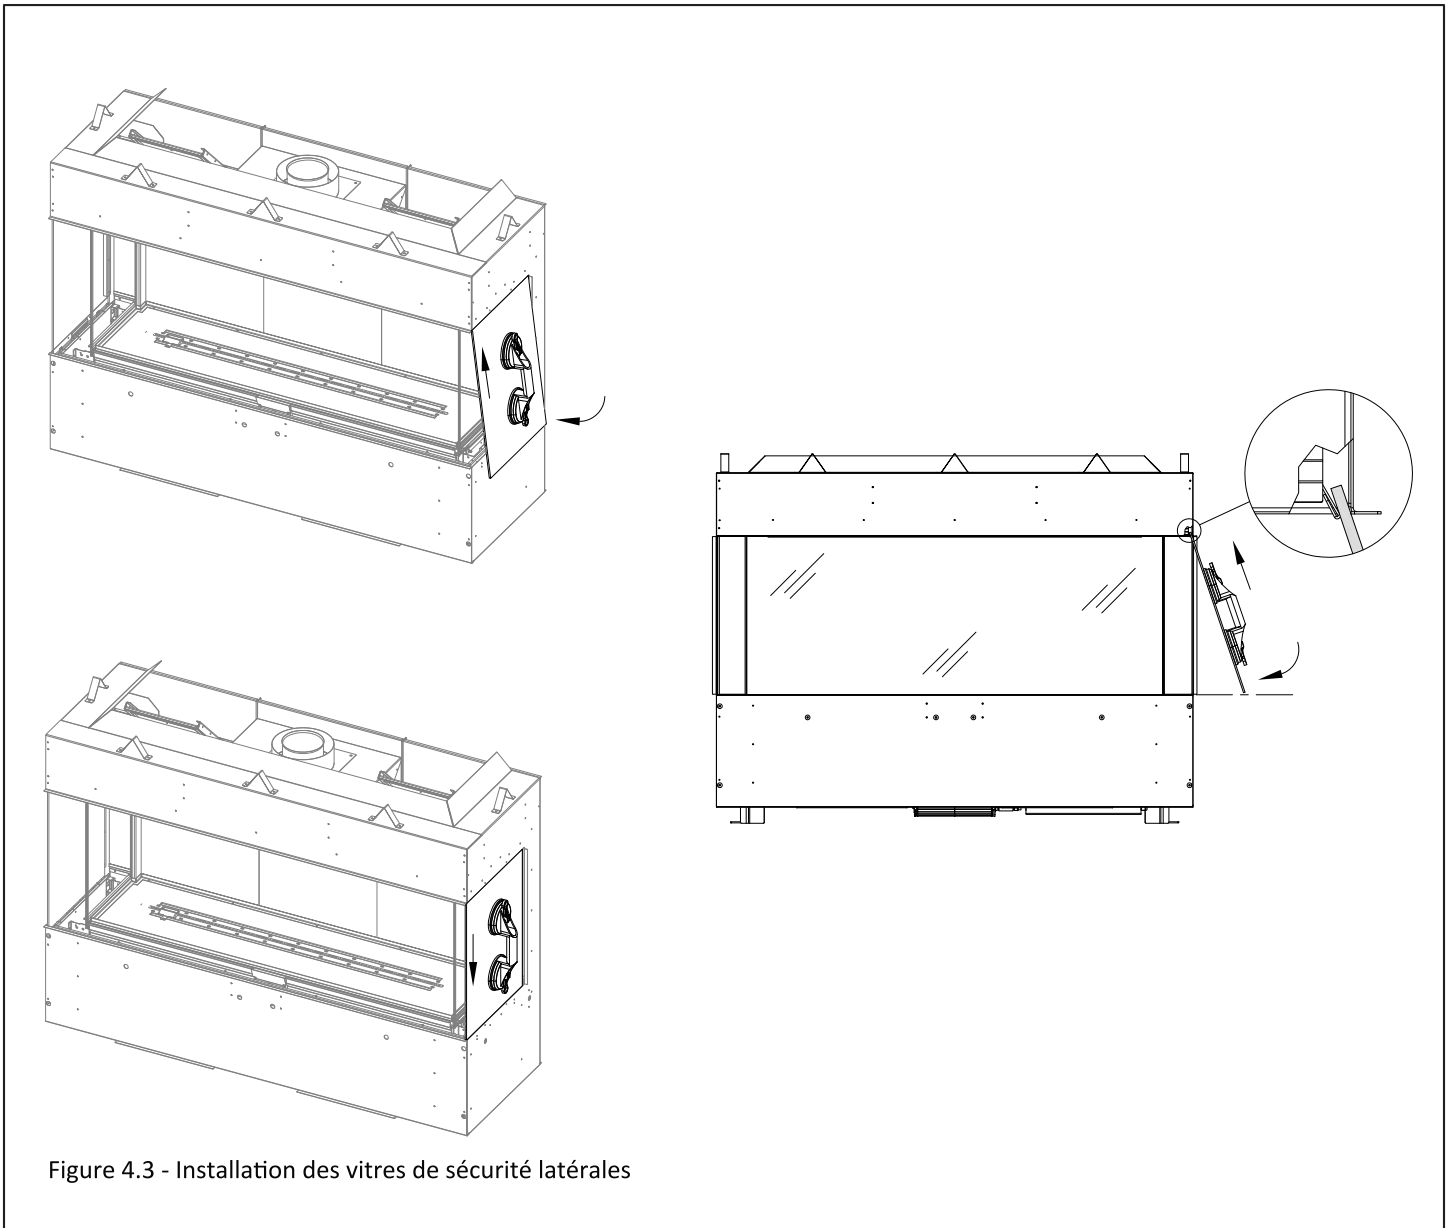

Figure 4.3 - Installation des vitres de sécurité latérales
1. Installez d'abord la (ou les) vitre(s) de sécurité latérale(s). Commencez par incliner le bord inférieur de la vitre vers vous, puis glissez le bord supérieur de la vitre derrière le bord de finition supérieur du foyer. Il y a une bride de rétention supérieure derrière le bord de finition supérieur (à l'intérieur du foyer), laquelle sert à retenir la vitre. Assurez-vous que la vitre glisse dans cette bride de rétention. L'image à droite de la Figure 4.3 montre une vue agrandie de cette bride de rétention supérieure.